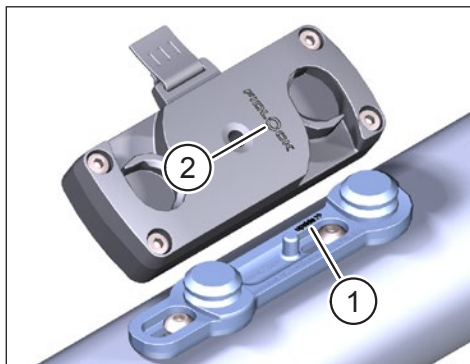

Abb. 2: Orientierung von FIDLOCK® Bike Base und FIDLOCK® Force Connector
- Beachten Sie bei der Montage die auf der FIDLOCK® Bike Base eingravierte Aufschrift „**upside >>**“ (Pos. 1 in Abb. 2). Die Oberkante des FIDLOCK®-Logo (Pos. 2 in Abb. 2) am FIDLOCK® Force Connector muss in Pfeilrichtung von „**upside >>**“ zeigen.